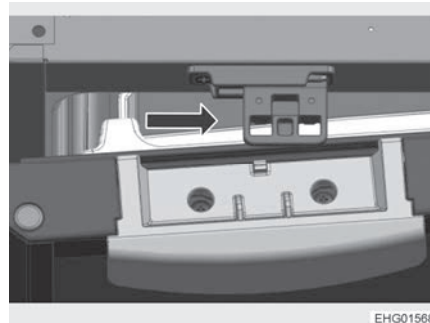

Bild 136 Verschlusseinrichtung
- Verschlusseinrichtung nach rechts schieben (Bild 136, Pfeil).